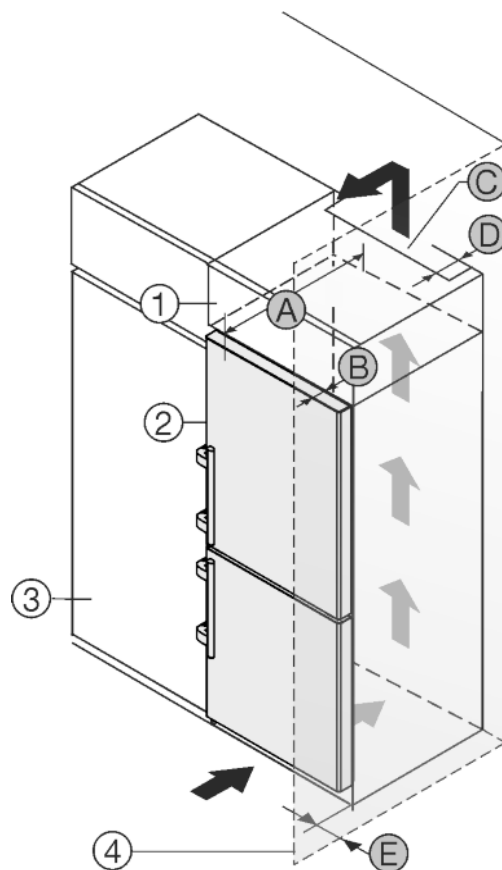

Fig. 47
L'appareil peut être intégré dans des meubles de cuisine. Pour adapter l'appareil Fig. 47 (2) à la hauteur du coin cuisine, une rehausse Fig. 47 (1) peut être posée sur l'appareil.
L'appareil peut être installé directement à côté du placard de cuisine Fig. 47 (3). Pour pouvoir ouvrir complètement les portes, l'appareil doit déborder de la profondeur Fig. 47 (B) par rapport à la façade du placard. L'appareil peut déborder encore plus en fonction de la profondeur des placards et de l'utilisation de cales d'épaisseur.
- Une sortie d'air avec la profondeur Fig. 47 (D) doit être présente au dos de la rehausse sur toute sa largeur.
- La section de ventilation Fig. 47 (C) sous plafond doit être respectée.
Si l'appareil avec les charnières est installé près d'une paroi Fig. 47 (4), la distance Fig. 47 (E) entre l'appareil et la paroi doit être respectée. Ceci correspond à la saillie de la poignée avec la porte ouverte.